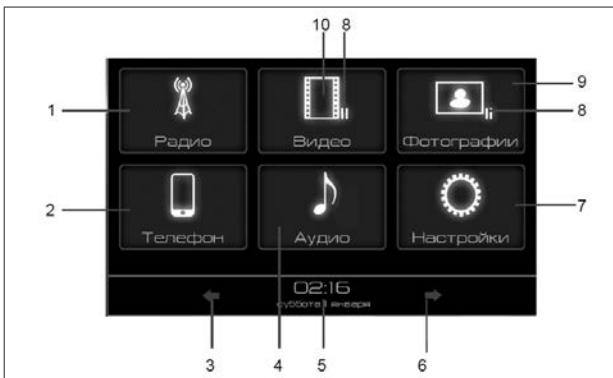

Рис. 2. Окно главного меню
2.5.1 После первого включения радиоприёмника или перезагрузки на дисплее радиоприёмника отображается главное меню (рис. 2).
– кнопкой **Радио** в главном меню (рис. 2);
- нажатием кнопки **Аудио** (рис. 2);
Примечание. При нахождении режима «**Аудио**» в состоянии «**Пауза**» (индикатор **8**, рис. 2) повторный вход в режим «**Аудио**» переведет радиоприёмник в режим проигрывания аудиофайла с места остановки прослушивания.